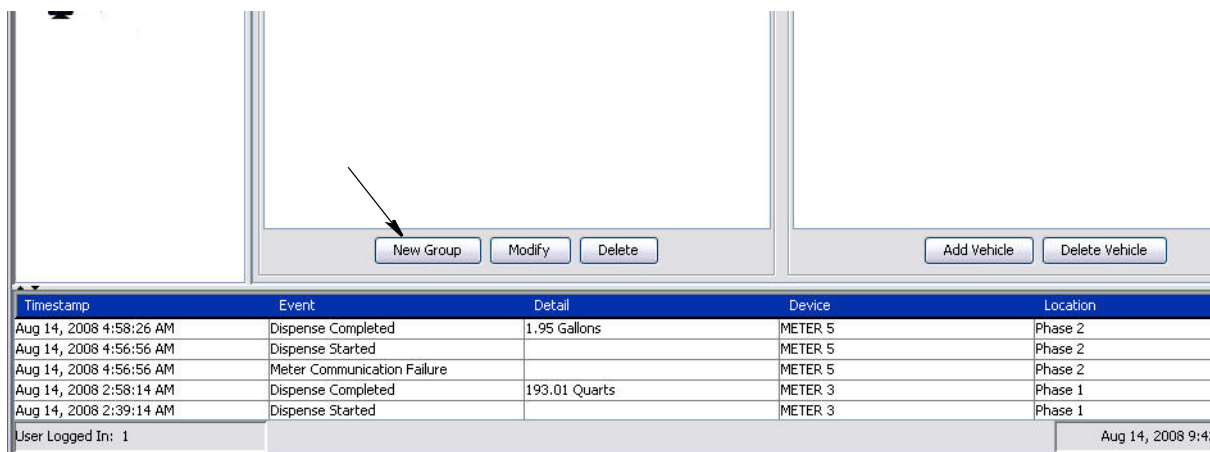

FIG. 151
2. Pour créer un nouveau groupe de véhicules, cliquez sur le bouton "New Group" (Nouveau Groupe) (FIG. 151).